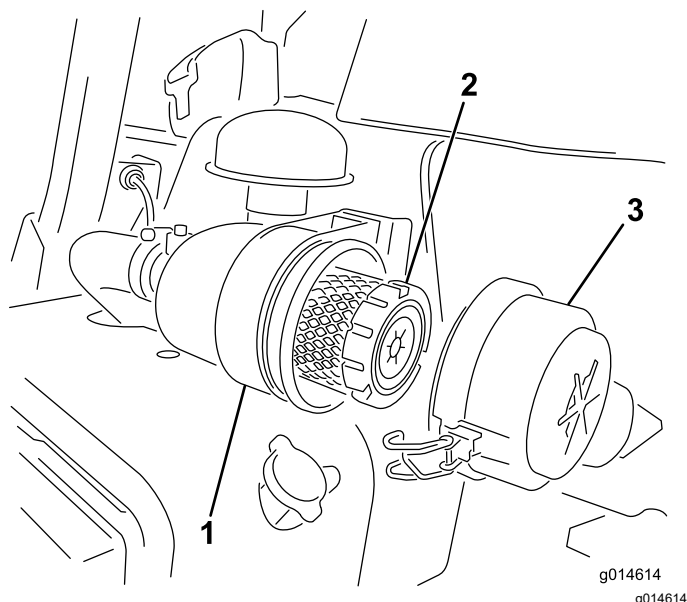

Figura 33
1. Rilasciate i fermi che fissano il coperchio del filtro dell'aria al relativo corpo (Figura 33).
7. Fissate i fermi (Figura 33).